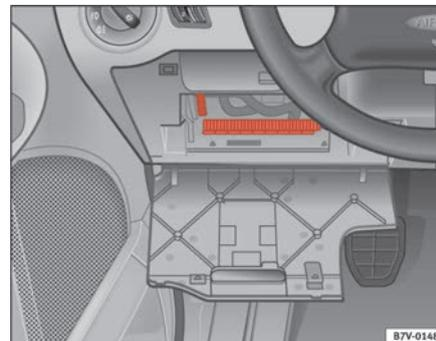

Fig. 162 Lato sinistro della plancia portastrumenti: scatola fusibili
- Togliere il coperchio della scatola portafusibili ⇒ fig. 162.